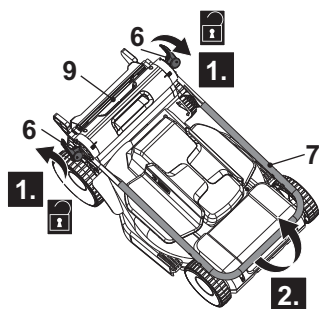

Fig. 1
1. Retirar e soltar as alavancas da pinça (6) no sentido contrário aos ponteiros do relógio nas barras inferiores de pega (7), mas não as remova (Fig.1, passo 1).
2. Agarrar as barras inferiores de pega (7) e desbloqueá-las da posição de armazenamento para a posição de trabalho (Fig. 1, passo 2).